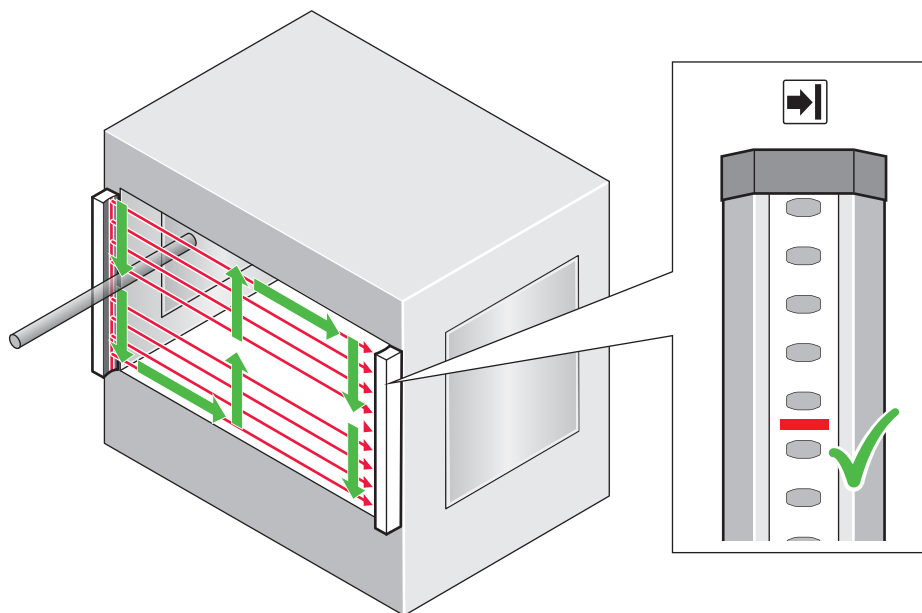

Рисунок 17: Проверка пробником: шаг 1
1. Медленно ввести пробник в контролируемую зону (например, проем в машине, как показано стрелками, см. рисунок 17, страница 30).